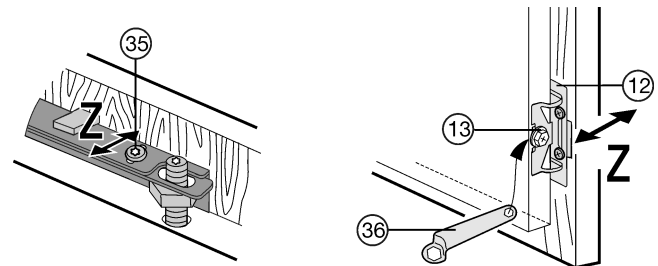

Fig. 34
- Aligner la porte du placard en profondeur Z : dévisser les vis *Fig. 34 (35)* du haut et les vis hexagonales *Fig. 34 (13)* du bas, puis déplacer la porte.